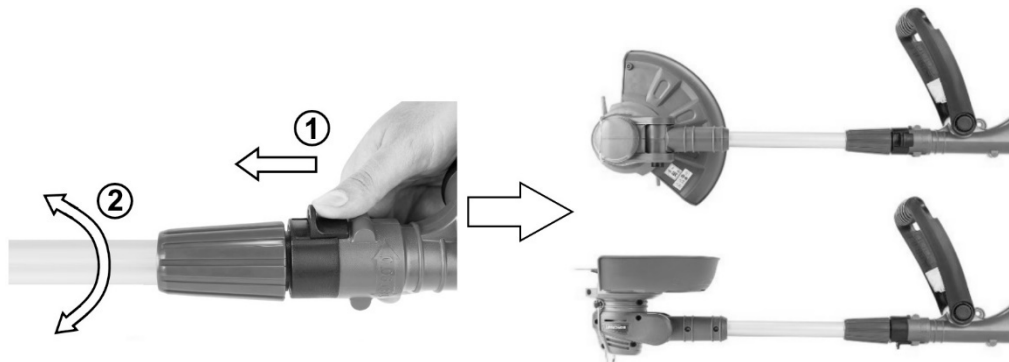

Рисунок 5
Для зміни орієнтації різальної головки по осі штанги пересуньте фіксатор (14) вперед, поверніть головку на кут 90° або 180° (до чутного характерного «клацання») і відпустіть фіксатор (дивіться рисунок 5). Переконайтеся, що обране положення надійно зафіксоване.